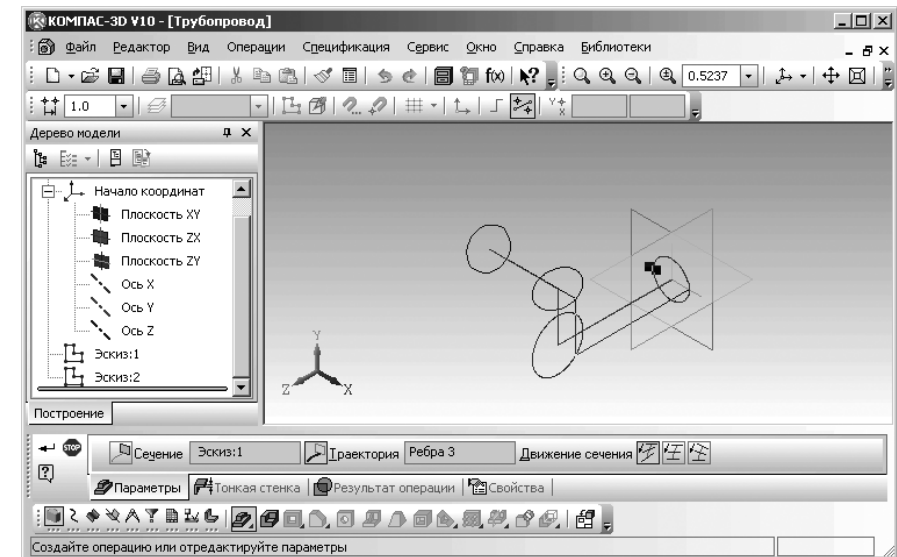

Рис. 2.121. Главное окно системы с фантомом трубопровода
- щелкните в окне **Дерево модели** по эскизу-траектории под номером два – **Эскиз:2** для его выделения. Появится фантом трубопровода, показанный на рис. 2.121;